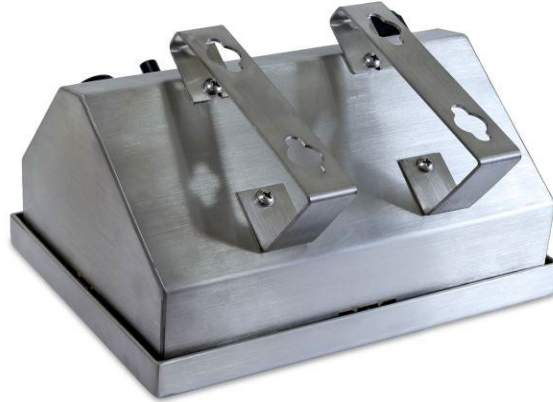

Abbildung A-12: Wandmontagehalterung befestigen
- Nachdem das Gehäuse geschlossen wurde, verwenden Sie die vier Schrauben zum Befestigen der Halterungen an der Unterseite des Terminals (siehe Abbildung A-12).